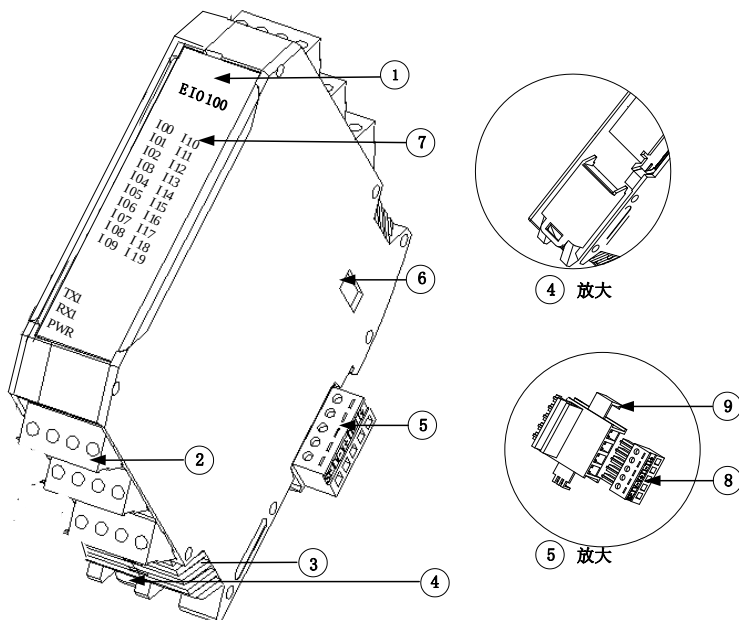

图 4-1-1 整体外观
EIO 和 EA 系列产品模块主要由以下几部分组成：①型号贴：说明产品型号。②输入输出端子：输入输出与通信接线端子。③散热口：确保产品快速散热。④导轨卡扣：将控制器安装到 DIN 导轨上的夹具。⑤总线连接器：由电源端子⑧（24V 电源与串口 1 接线端子）和连接器底座⑨组成。⑥拨码区：硬地址设置。⑦指示灯：指示设备运行状态。图 4-1-1 为以 EIO100 系列产品为例的产品整体外观图。